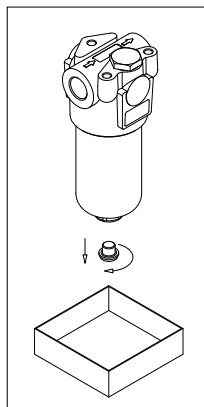

fig. 11
- (Fig. 11) Dove presente, svitare il tappo di drenaggio predisponendo un recipiente per la raccolta del fluido di lavoro